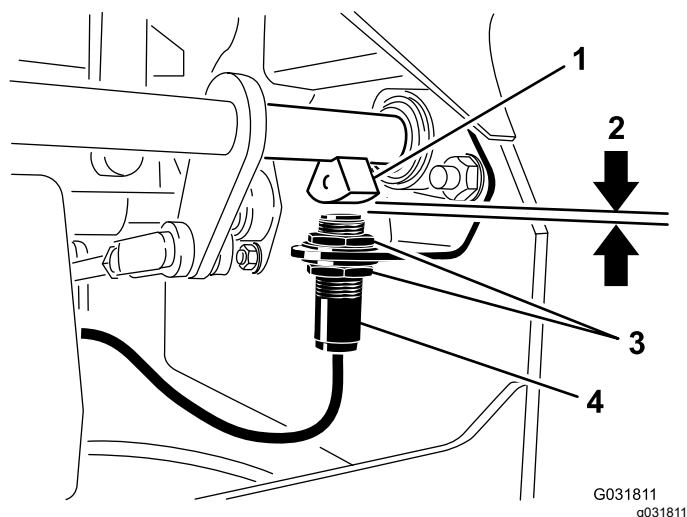

Figure 44
4. Montez ou descendez le contacteur sur le support jusqu'à ce que le capteur d'arbre de frein et le plongeur du contacteur soient distants de 4 mm (5/32 po), comme montré à la (Figure 44).